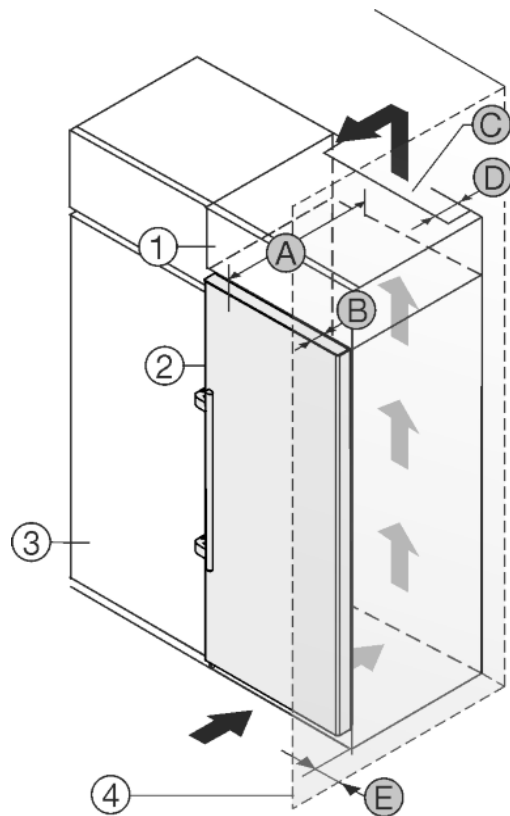

Fig. 25
Устройство может быть окружено кухонными шкафами. Чтобы уравнять устройство *Fig. 25 (2)* по высоте с кухонной стенкой, можно установить над устройством дополнительный шкафчик *Fig. 25 (1)*.
Установить устройство можно непосредственно рядом с кухонным шкафом *Fig. 25 (3)*. Чтобы можно было полностью открыть двери, устройство должно выступать на глубину *Fig. 25 (B)* относительно передней стенки кухонного шкафа. В зависимости от глубины кухонных шкафов и использования пристенных распорок устройство может выступать и больше.
- На задней стенке дополнительного шкафчика должен быть вентиляционный канал с глубиной *Fig. 25 (D)* по всей ширине этого шкафа.
- Нужно соблюдать вентиляционное отверстие *Fig. 25 (C)* под нижней панелью.
Если устройство установлено на шарнирах у стены *Fig. 25 (4)*, то нужно соблюдать расстояние *Fig. 25 (E)* между устройством и стеной. Настолько выступает ручка при открытой дверце.